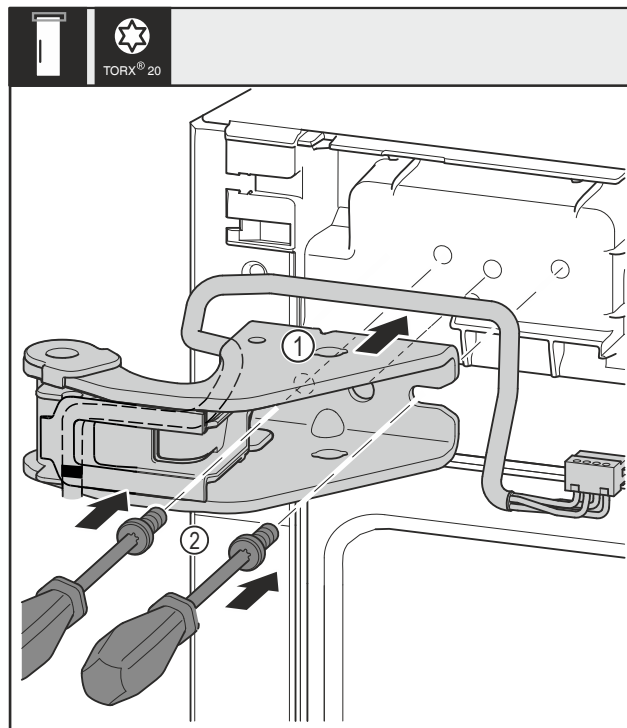

Fig. 35
- Bovenste lagerbok Fig. 35 (1) bevestigen.
- Schroeven Fig. 35 (2) met schroevendraaier plaatsen en vastdraaien.